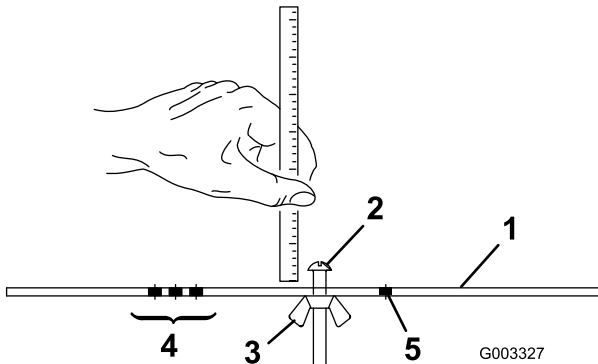

图17
2. 松开调刀尺(图17)上的螺母，并将调节螺丝设定为所需的剪草高度。螺丝头底部与调刀尺表面之间的距离就是剪草高度。